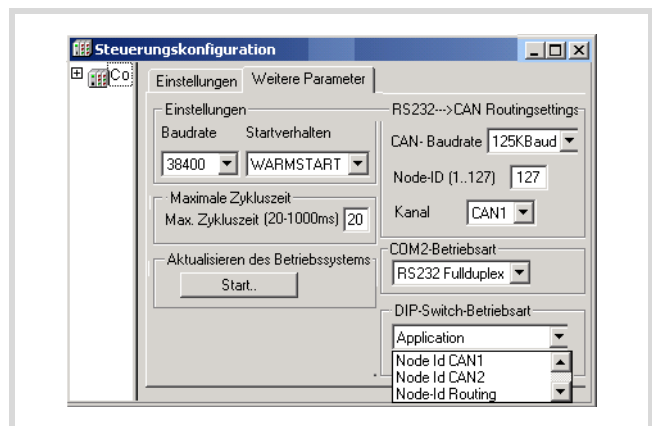

Abbildung 5: Betriebsart des APPLICATION-Schalters
- Öffnen Sie im Steuerungskonfigurator das Register „Weitere Parameter“. Im Feld „DIP-Switch-Betriebsart“ (→ Abbildung 5) darf die Betriebsart Node ID CAN1 oder Node ID CAN2 nicht angewählt sein!